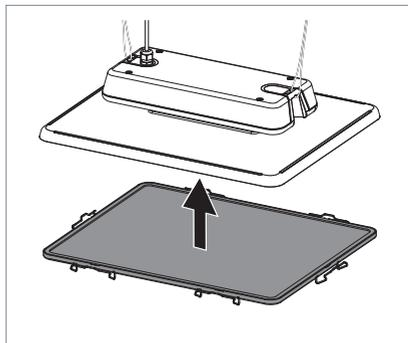

Fig. 13: Placering av skyddsglas.
- Placera skyddsglas på armaturen underifrån, se Fig. 13.